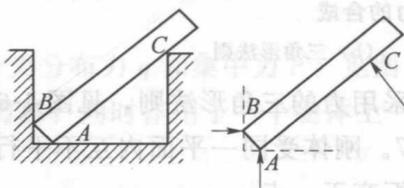

图 1-10 光滑接触面约束
2) 光滑接触面约束：光滑接触面的约束反力作用于接触点，沿接触面的公法线指向物体，见图 1-10。